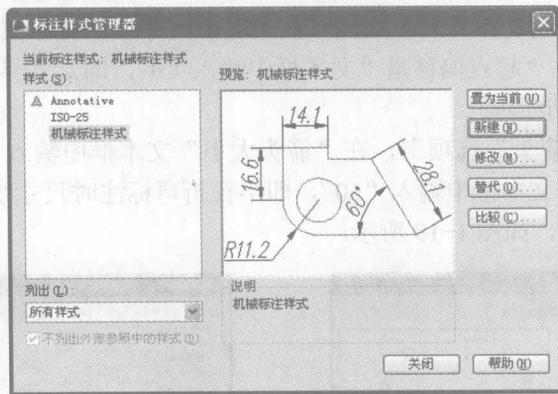

图 1-22 完成设置的“机械标注样式”
7) 其余选项卡保留默认设置不变,单击“确定”按钮,完成对“机械标注样式”的设置。在“标注样式管理器”对话框中将显示出该样式,如图1-22所示。